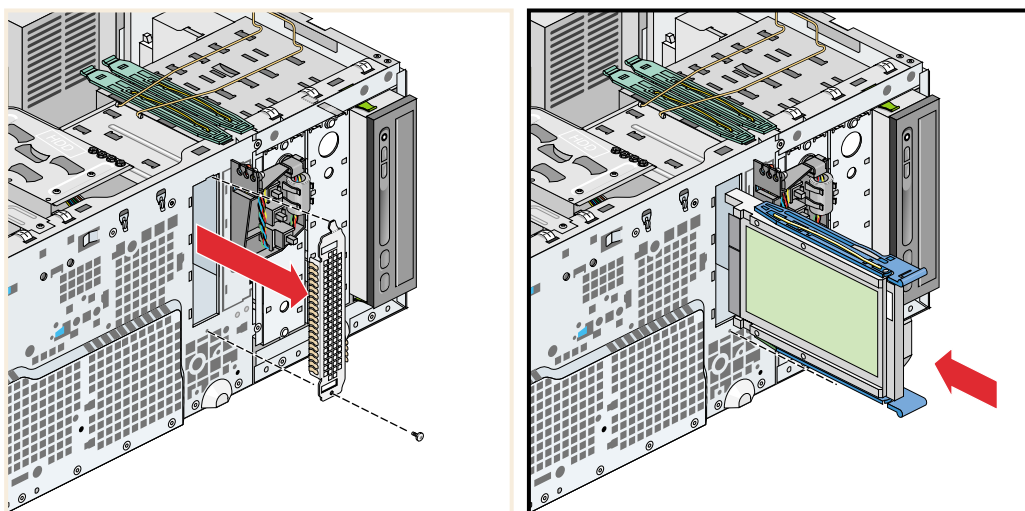

Abbildung 4-17 Installieren des Festplattenlaufwerks
5. Entfernen Sie die Schraube, mit der die Abdeckung des Laufwerk-Einbaurahmens an der Gehäusevorderseite befestigt ist. Siehe Abbildung 4-17.
6. Richten Sie die Laufwerkschienen mit den Vertiefungen in den Seiten des Laufwerk-Einbaurahmens aus und schieben Sie das Laufwerk in den Laufwerk-Einbaurahmen. Bringen Sie dann die Abdeckung des Laufwerk-Einbaurahmens an. Siehe Abbildung 4-17.